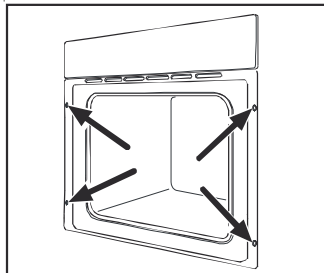

Рис. 13
- Откройте дверцу духового шкафа и закрепите его в нише при помощи четырех шурупов, вставив их в имеющиеся отверстия в раме духового шкафа (см. рис. 13).